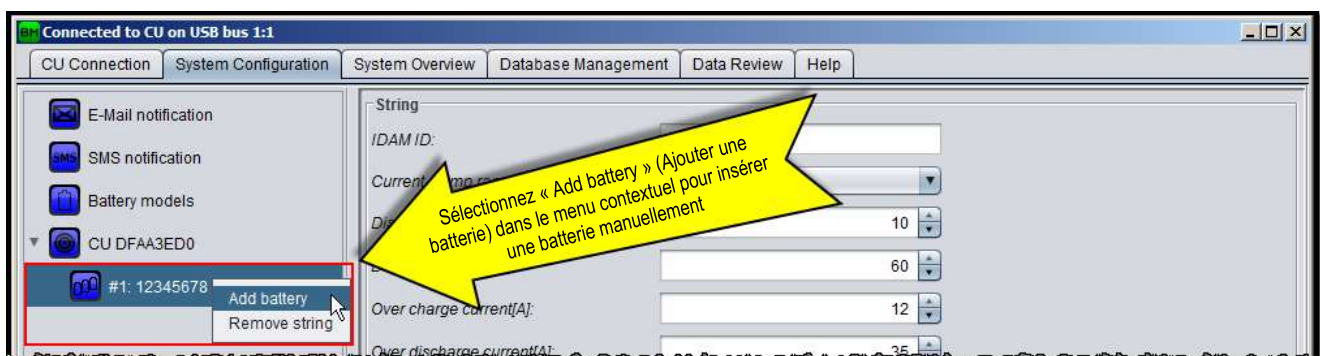

Figure 28 : Ajout manuel d'une batterie
1. Cliquez avec le bouton droit sur l'icône de la chaîne pour ouvrir le menu contextuel et sélectionnez « **Add battery** » (Ajouter une batterie) comme illustré à la Figure 28.